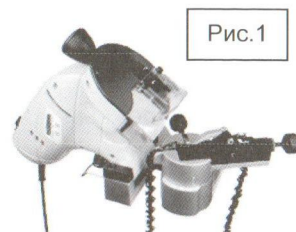

Рис. 1
Отпустите регулировочное колесико (9). Цепь уложите на направляющие правильным образом: так, чтобы режущая часть цепи была направлена в сторону абразивного диска (5), как на Рис. 1.